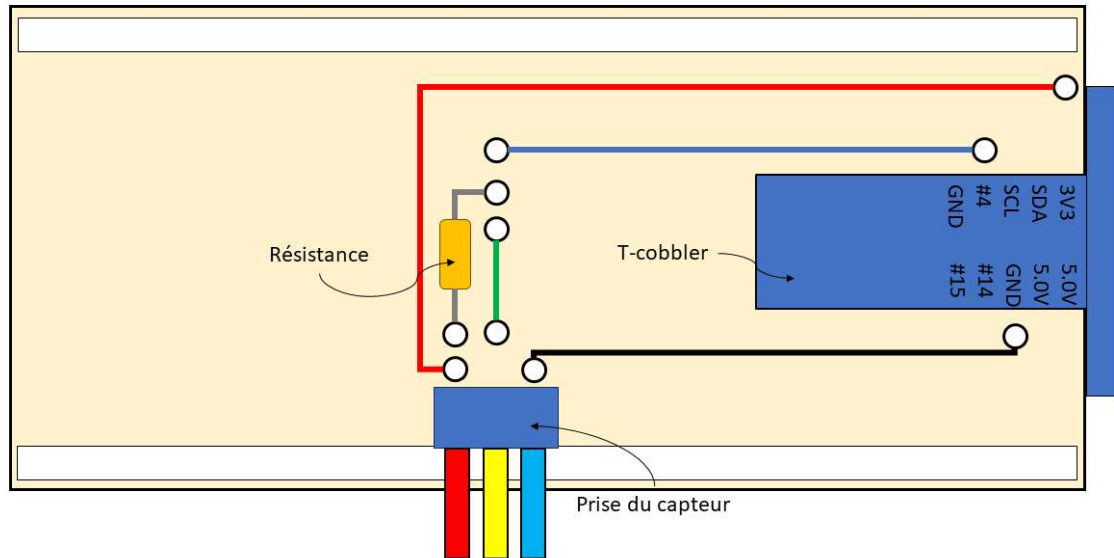

Figure 4. Schéma simplifié du montage.
- g. La Figure 4 résume les branchements que vous devez réaliser. Les couleurs utilisées sont seulement à titre indicatif. Cependant, essayez d'utiliser des couleurs différentes pour chaque branchement pour faciliter la révision de votre montage par votre démo.